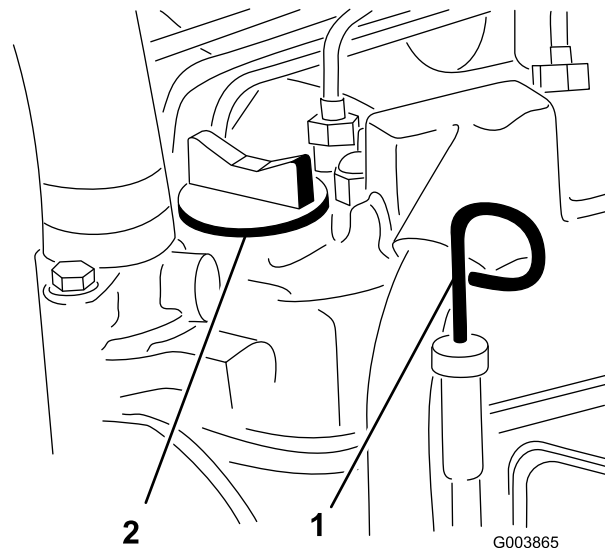
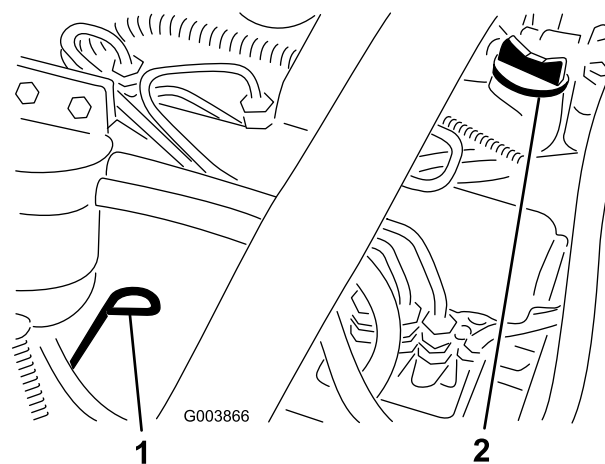

Figura 23
Figura 24
3. Retire la varilla, límpiela, y vuelva a colocarla (Reelmaster 5200 – Figura 23, Reelmaster 5400 – Figura 24).